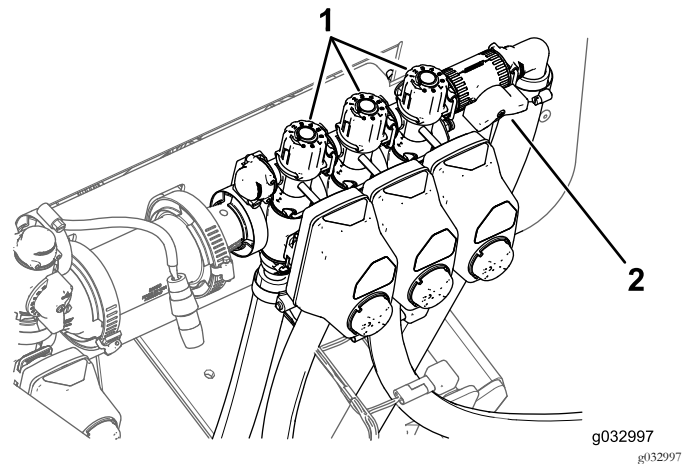

図 129
9. 左ブームをOFFにし、ブームバイパスノブ 図 129 を使って、先ほどと同じ水圧に調整する。